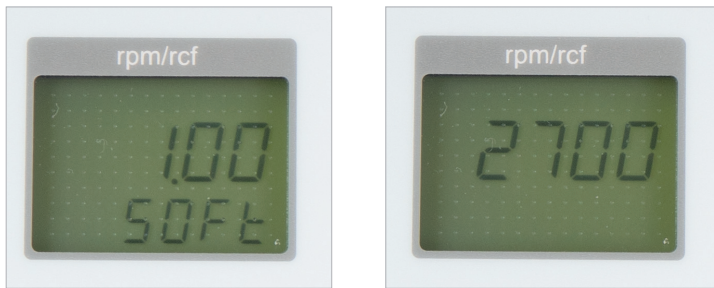

Figure 2
Pour ce faire, ouvrez le couvercle de la centrifugeuse et mettez l'interrupteur principal à l'arrêt. Puis, remettez l'interrupteur principal en marche. La version actuelle du logiciel ainsi que le type de dispositif s'affichent pendant environ 3 secondes à l'écran (voir Figure 2). Pendant ce temps, activez simultanément les touches « time » (3) et « lid/stop » (9). Puis, un test d'affichage est réalisé pendant environ 3 secondes pendant lequel tous les affichages possibles apparaissent (voir Figure 3).